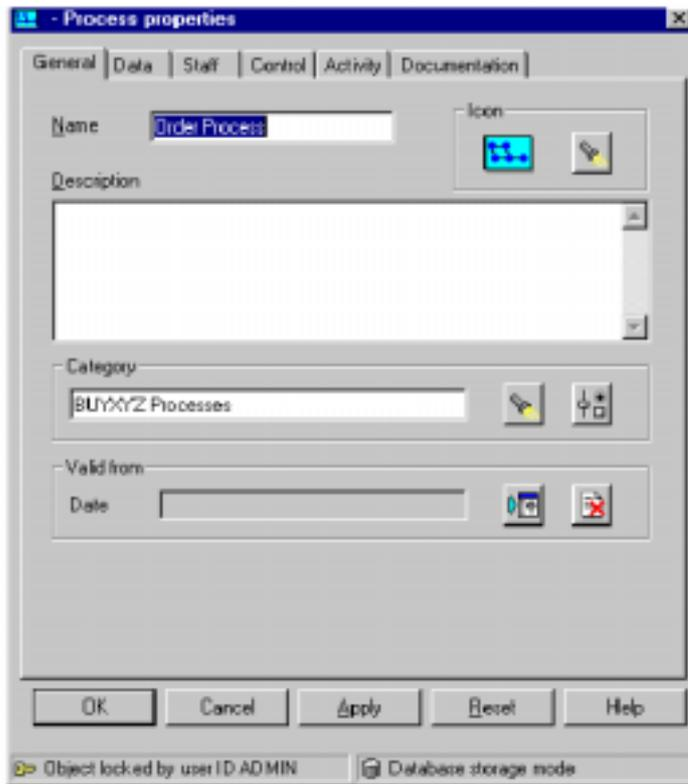

图 4-5 创建新流程
4. 右键单击 BUYXYZ Processes 并选择新流程（New Process），将出现流程属性窗口（如图4-5所示）。